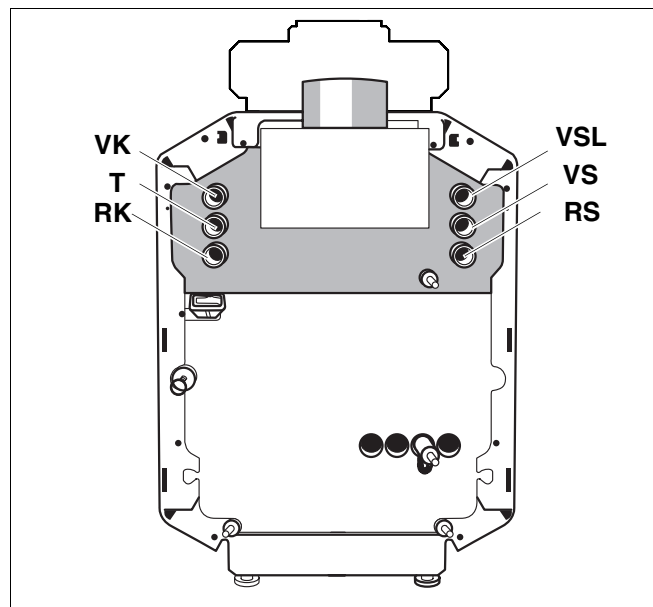
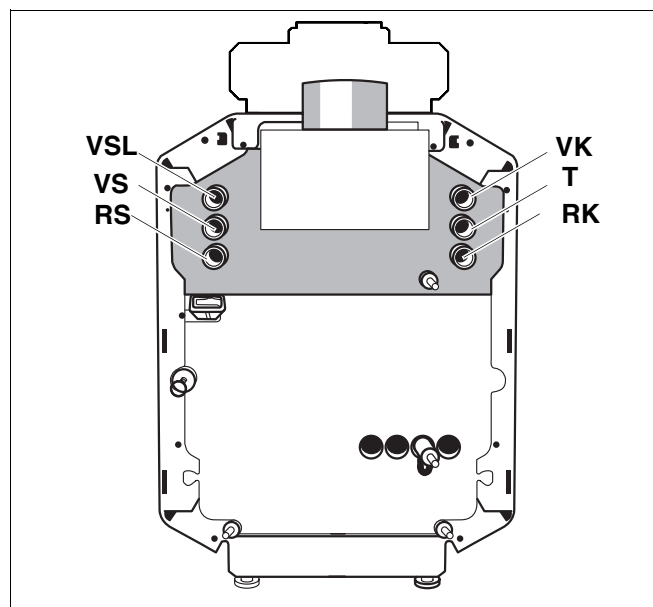

Abb. 3 Rückansicht; Anschlüsse wie Lieferzustand
Abb. 4 Rückansicht; Anschlüsse nach Versetzen der Tauchhülse und des Anschlussrohrs für den Speichervorlauf
Der Kessel wird wie in Abb. 3 dargestellt ausgeliefert.
Die Anschlüsse können auch nach Abb. 4 vorgenommen werden.
- Alle Anschlüsse müssen dann nach Abb. 4 vorgenommen werden.
Legende zu Abb. 3 und Abb. 4
Die Anschlüsse am Kessel entsprechen Abb. 3, Seite 7 (Lieferzustand).
Die Anschlüsse am Heizkessel sind entsprechend Abb. 4, Seite 7 umzubauen.